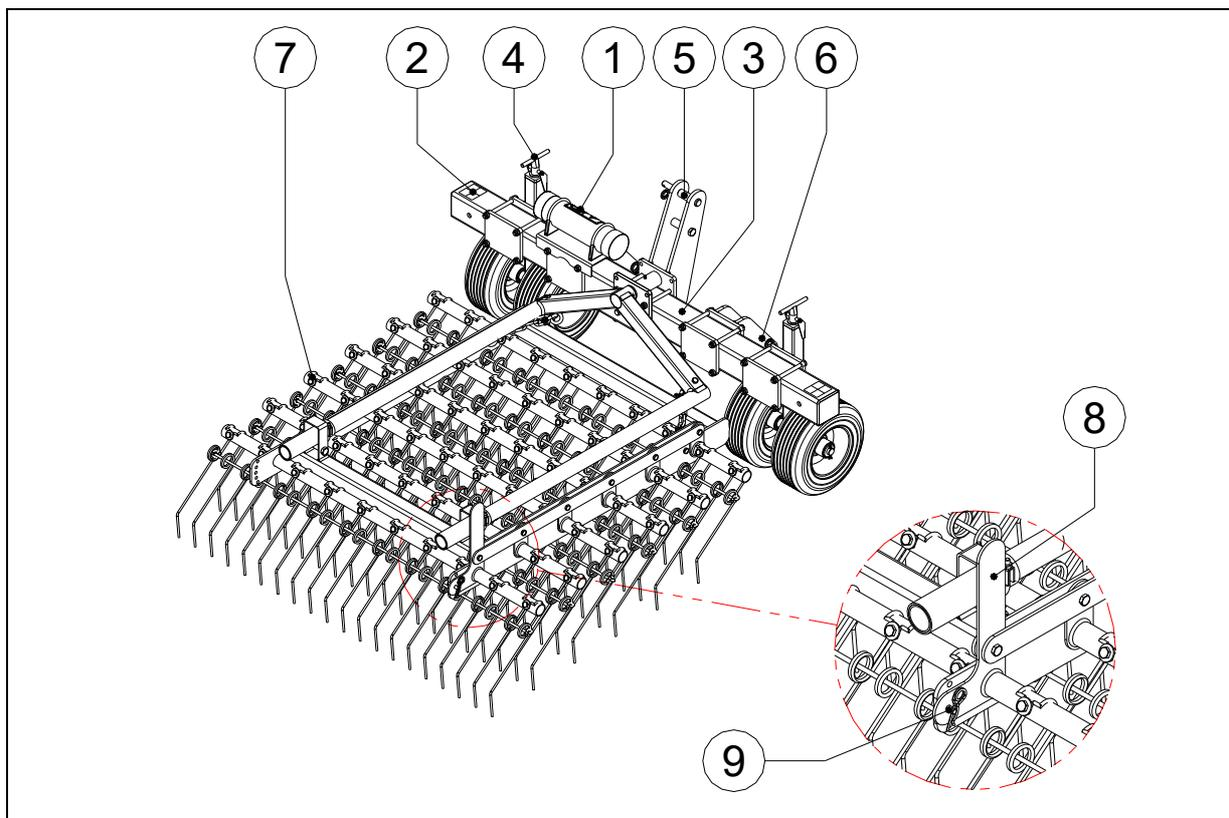

Fig. 7
1. regolare le ruote facendo ruotare i mandrini (4) (Fig. 7) sul lato anteriore della macchina. Regolare entrambi i lati della macchina alla stessa altezza, per poter lavorare il terreno uniformemente.
2. Regolare l'angolo dei perni. Togliere il perno di blocco e quello di fissaggio (9), regolare l'angolo dei denti spostando in avanti o indietro la leva (8). In seguito, rimontare il perno di fissaggio e bloccarlo con l'apposito elemento.